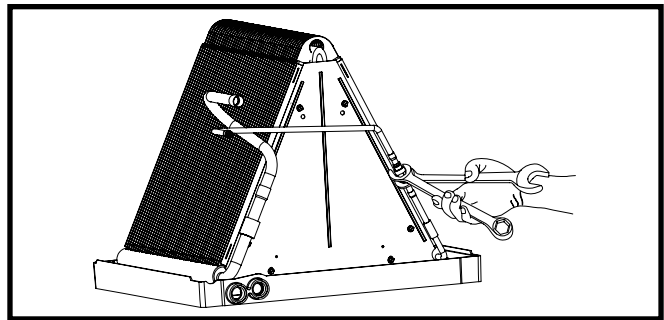

Figure 2. Desserrant de l'écrou et du boîtier du distributeur
1. À l'aide de deux clés, desserrez l'écrou et le boîtier du distributeur tel que montré à la Figure 2. Tournez l'écrou de l'assemblage dans le sens antihoraire jusqu'à ce que les deux moitiés de l'orifice se séparent.